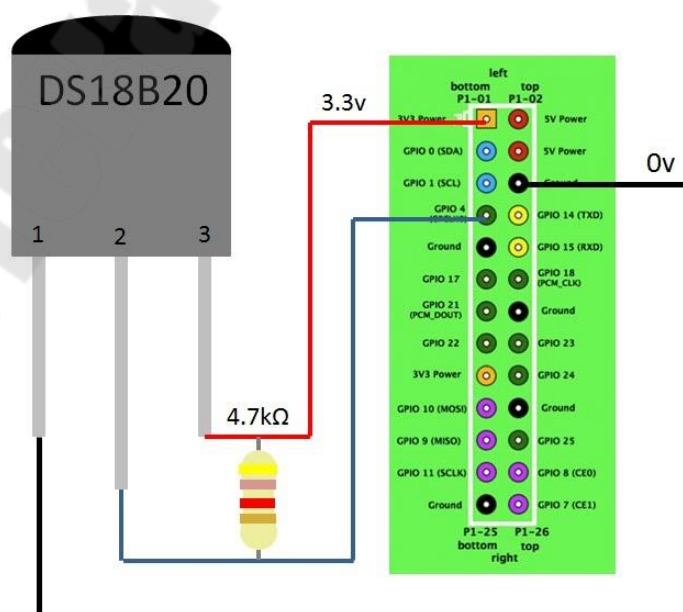

Рисунок 1 – Подключение датчика температуры к GPIO
2.3.1 Подключим датчик температуры к GPIO Raspberry Pi 3. Его нужно установить так (рисунок 1):